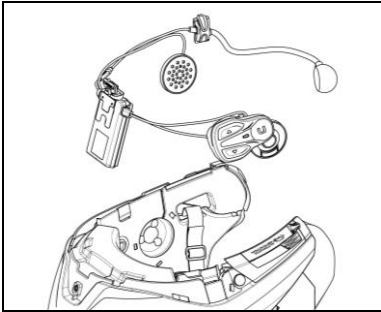

Fig. 6
- Insérez le système dans le logement prévu à cet effet à l'arrière du casque et poussez-le jusqu'au fond de la rainure (Fig. 6).